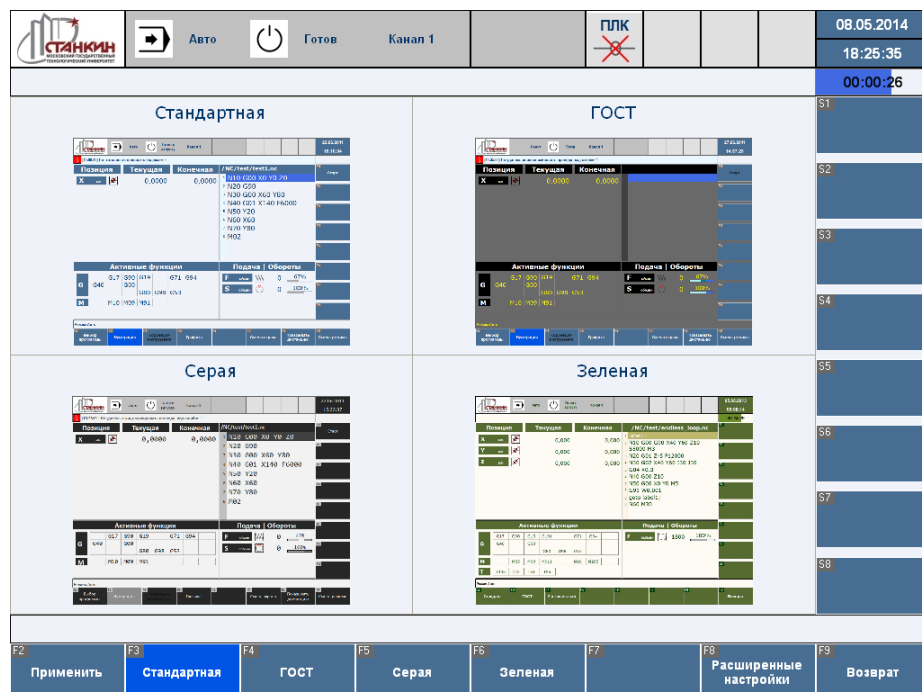

Рисунок 64 – Экран выбора предустановленных цветовых схем пользовательского интерфейса
- F9 – переход к экрану «Настройки» (Рисунок 64).